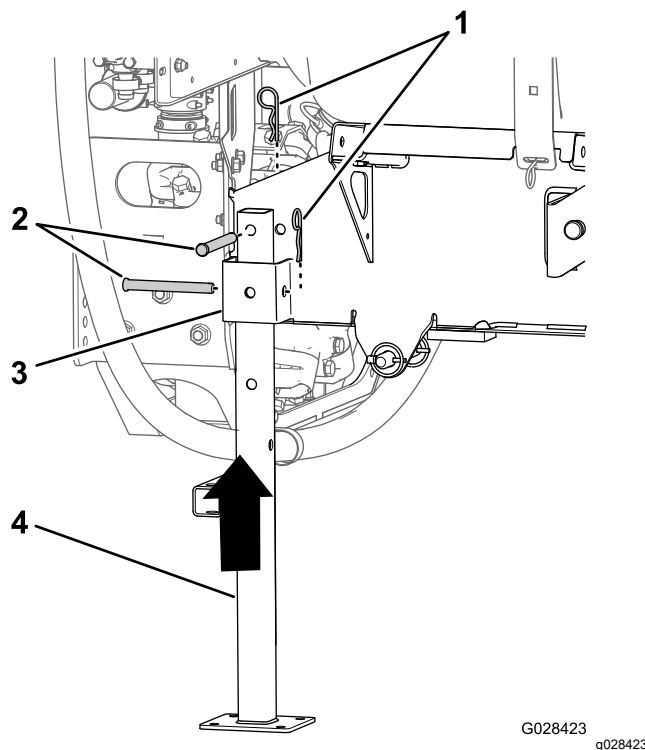

Bild 136
5. Richten Sie den hinteren Stützbock an der hinteren Stützbockaufnahme aus (Bild 136).
6. Fluchten Sie das Loch oben am Stützbock mit dem Loch im Rahmen des Behältergestells aus (Bild 136)
7. Befestigen Sie den Stützbock mit zwei Lastösenbolzen (1/2" x 4 1/2") und zwei Sicherungsstiften (5/32" x 2 5/8") an der Aufnahme und dem Rahmen, wie in Bild 136 dargestellt.